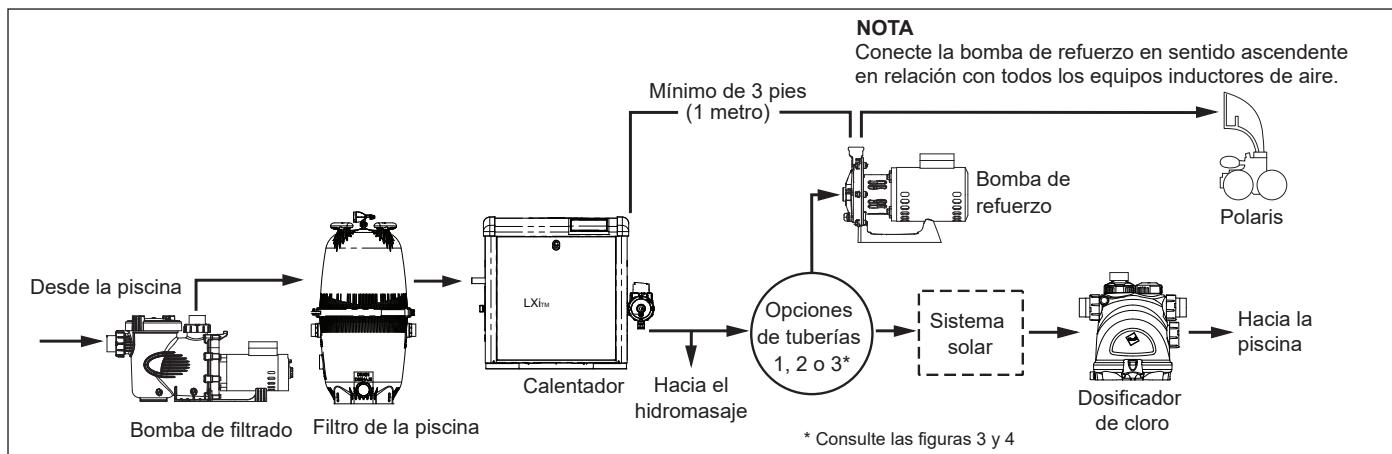

Figura 2. Disposición habitual de los equipos
Para garantizar el correcto funcionamiento de la bomba y el limpiador, consulte la figura 2 y cumpla las siguientes pautas para equipos específicos.
2. Si se instaló un calentador en el sistema, conecte la entrada de la bomba de refuerzo en la línea de retorno en sentido descendente y por lo menos a tres (3) pies (1 m) de la descarga del calentador. Consulte la Figura 2. **No conecte la entrada de la bomba de refuerzo en la sección de tres pies (1 m) del tubo del disipador térmico que sale directamente del calentador.**